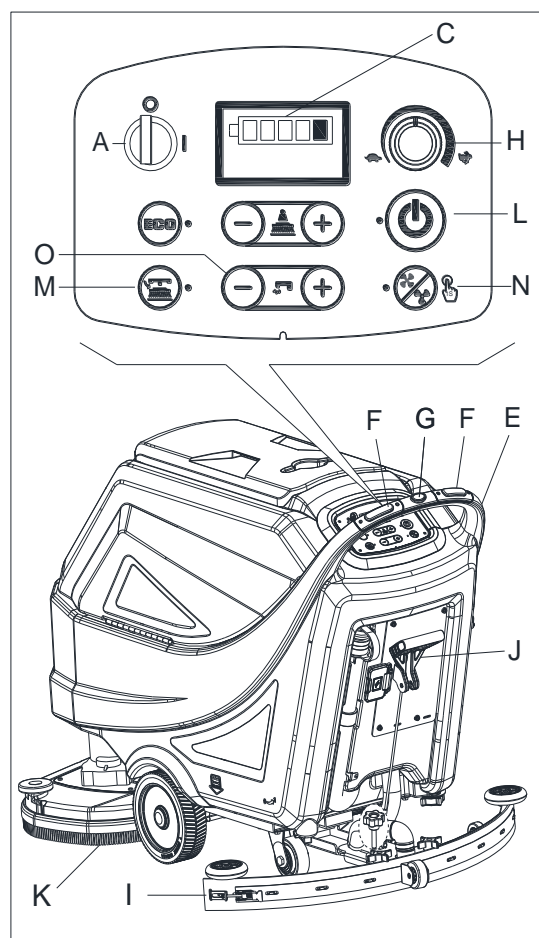

Figure 13
- Mettre la clé de contact (A, Figure 13) et la tourner sur « I ». Contrôler l'état des batteries à l'écran. Au besoin charger totalement les batteries (voir la procédure au chapitre d'entretien).
- En appuyant soit sur le commutateur de sécurité (F) pour avancer soit sur le commutateur de sécurité (F) et le commutateur de marche arrière (G) pour reculer. La vitesse d'avancement peut être réglée avec le dispositif de réglage (H).
- Abaisser l'embouchure (I) avec la poignée de montée/descente de l'embouchure (J).
- Abaisser le plateau de brosse/support de disque (K) en pressant le bouton unique de démarrage (L)
- Presser les boutons de commande du débit de solution (O), si nécessaire, en fonction du type de nettoyage à effectuer.
- Presser chaque commutateur de sécurité (F) pour activer la conduite de la machine. Si nécessaire, la vitesse d'avancement peut être réglée avec le dispositif de réglage (H).
Pour déplacer la machine vers l'avant, appuyer soit sur le commutateur gauche soit sur le droit (F, Figure 13) ou sur les deux.
8. Arrêter la machine en relâchant les commutateurs de sécurité (F, Figure 13)
10. Lever le plateau de brosse/support de disque (K) en pressant le bouton unique de démarrage (L)
11. Soulever l'embouchure (I) avec la poignée de montée/descente de l'embouchure (J).
12. Tourner la clé de contact (A) sur « 0 ».